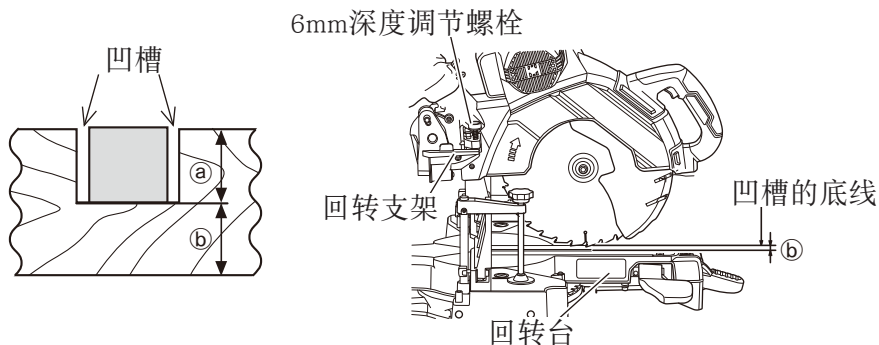

图32
工件上的凹槽可通过调整6mm深度调节螺栓刻出（图32）。
- (1) 降低电动头，然后用手转动6mm深度调节螺栓。（6mm深度调节螺栓头接触回转支架。）
- (2) 通过设定锯条与底座表面之间的距离调节至想要的刻入深度（图32）。